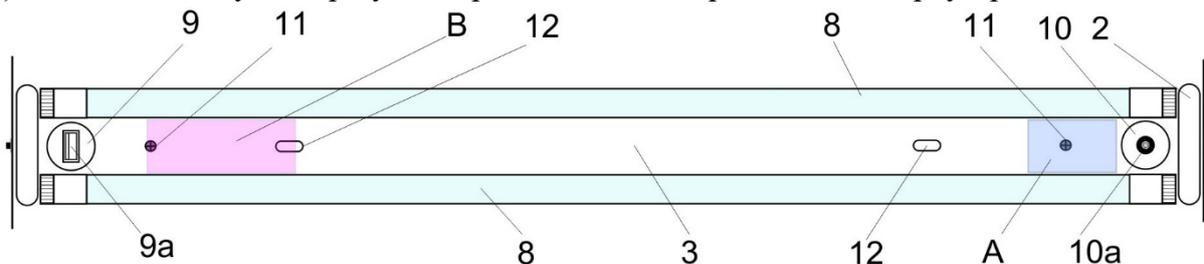
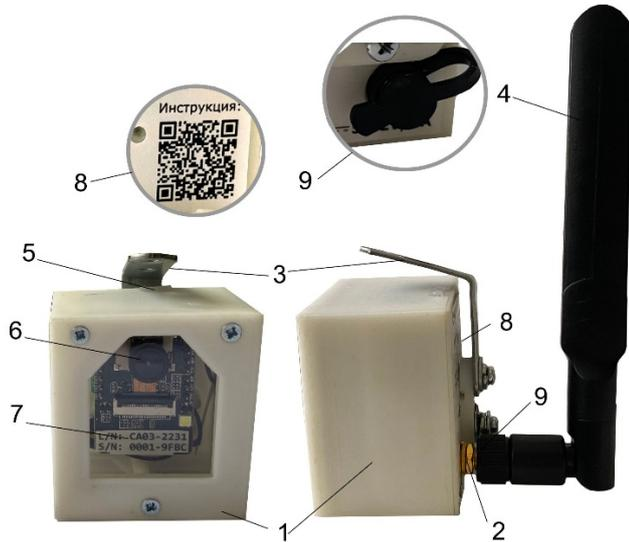

Рис. 5 Вид на корпус снизу со стороны нижней планки (3).
Рис. 6. Фотокамера. Внешний вид.
5А.2. Фотокамера и модем устанавливаются на нижней планке (3) корпуса прибора. Камера поставляется в сборе с кронштейном (3 – рис. 6) и внутренней (модель СЛН23/LED2FM) антенной или внешней (модель СЛН23/LED2F) антенной. Внешняя антенна (4 – рис. 6) устанавливается в разъем для антенны (2 – рис. 6). Внутри корпуса (1 – рис. 6) камеры расположены внутренняя антенна (только для модели СЛН23/LED2F), объектив (6 – рис. 6) и регистрационный номер (7 – рис. 6), который у каждой камеры индивидуальный. На задней поверхности камеры нанесен QR-код инструкции для настройки и подключения камеры к роутеру.
5А.3. Установка камеры. Отсоединить кронштейн (3 – рис. 6) от корпуса (1 – рис. 6) камеры. Закрепить кронштейн камеры в области А (рис. 5) открутив винт М4 (11) на нижней панели (3) и установить его обратно вместе с кронштейном камеры, при этом угол кронштейна должен быть направлен к ламподержателю (2). Затем установить камеру на кронштейн. Из гнезда (10) осторожно потянуть на себя DC коннектор 3,5мм (10а) и подключить его к разъему питания на камере (9 рис. 6). Камера готова к работе. Настройка камеры в соответствии с инструкцией камеры (8 рис. 6).
5А.4. Подключение модема (для СЛН23/LED2FM) В гнезде (9) расположен USB-разъем (9а) для подключения 4G-модема с USB интерфейсом и с поддержкой сетей 3G, 4G. К USB-разъему (9а) подключить модем. Модем закрепить на магните к нижней планке (3) примерно в области В (рис. 5). Обратите внимание, чтобы отверстие для воздуха (12) было частично доступно.